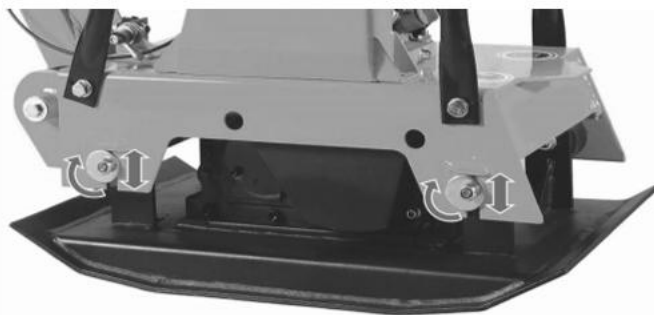

Рис. 26
- Поднимите или опустите раму до нужного натяжения приводного ремня (рис. 26).